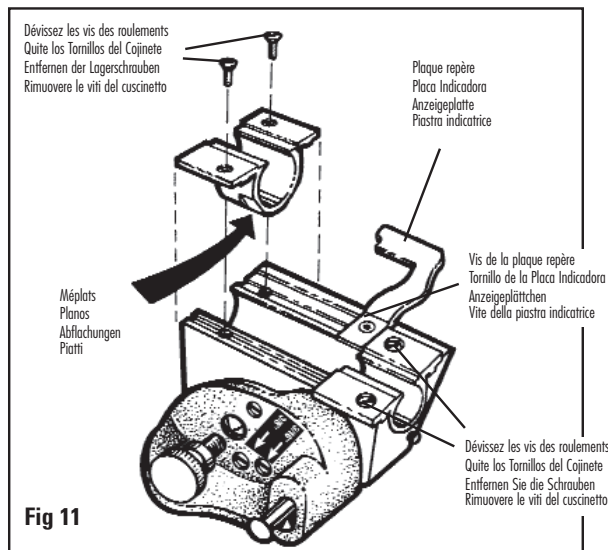

Fig 11
5. Dévissez les quatre vis de roulement et la vis de la plaque repère (Fig. 11).
1. Installez les roulements neufs. ASSUREZ-VOUS QUE LES « MÉPLATS » MOULÉS DANS LES ROULEMENTS SONT ORIENTÉS VERS LE CENTRE DE LA TÊTE DE DÉCOUPE (Fig. 11).
5. Entfernen Sie die vier Gleitlagerschrauben und die Schraube des Anzeigepfättchens mit dem Schraubenzieher. Abb. 11
1. Setzen Sie die neuen Gleitlager ein. Stellen Sie sicher, dass die Abflachungen auf dem runden Teil des Gleitlagers in Richtung Schneidkopfmittle zeigen. Abb. 11
5. Utilice un destornillador para quitar los cuatro tornillos del cojinete y el tornillo de la placa indicadora. Fig. 11
1. Reemplace los nuevos cojinetes. ASEGÚRESE QUE LOS "PLANOS" MOLDEADOS DENTRO DE LOS COJINETES DEN FRENTE HACIA EL CENTRO DE LA CABEZA DE CORTE. Fig. 11
5. Con un cacciavite, rimuovere le quattro viti dei cuscinetti e la vite della piastra indicatrice. Fig. 11
1. Sostituire i nuovi cuscinetti. ACCERTARSI CHE I "PIATTI" INSERITI NEI CUSCINETTI SIANO RIVOLTI VERSO IL CENTRO DELLA TESTA DI TAGLIO. Fig. 11